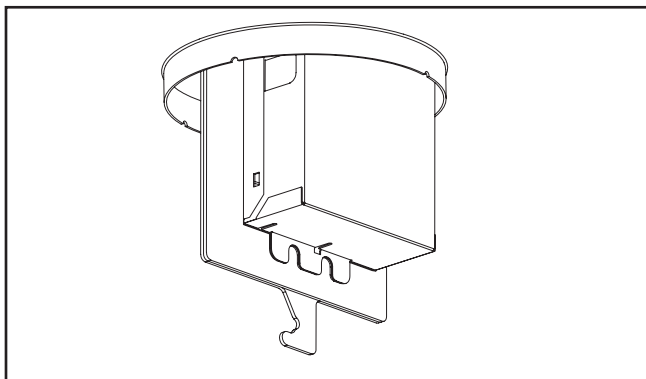

Figura 26.
7. Extraiga el controlador por medio del acceso superior o a través de la abertura del alojamiento. La unidad de la puerta del controlador también puede extraerse a través de la abertura del alojamiento (Figura 26.).